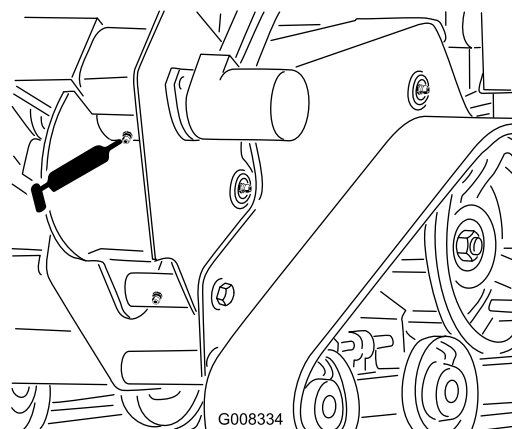

Figura 25
3. Curăai fittingul de lubrifiere a carcasei săpătorului de anuri cu o lavetă i conectai la acesta un pistol de lubrifiere (Figura 25).